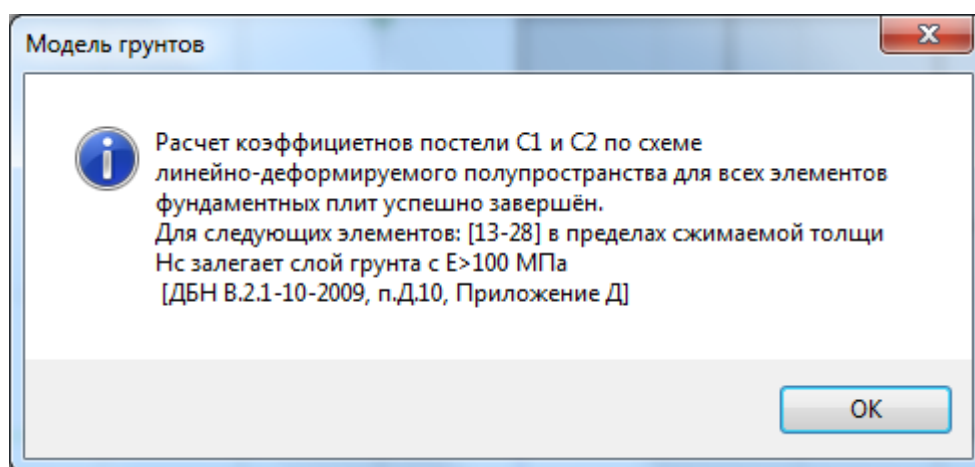

Рисунок 5.13
- по нормам [5.1, п. Д10, Приложение 10] расчет производится аналогично [5.5, п. 5.5.41], [5.6, п. 5.6.41] (рисунок 5.13):